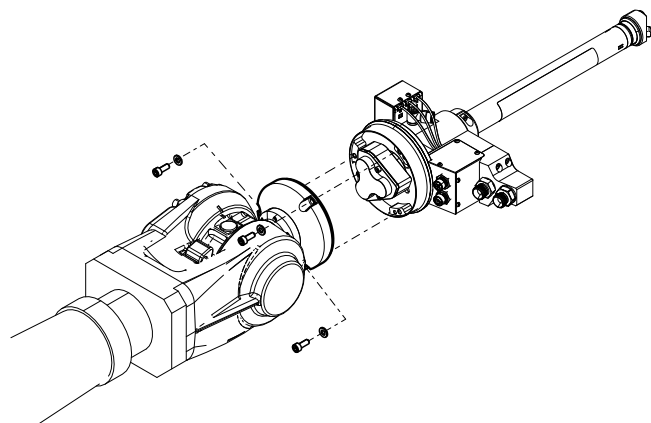

FIG. 8
5. Verwijder de schroeven waarmee de wartelbehuizing (619) aan de antirotatiebeugel is bevestigd.
6. Draai de drie schroeven los waarmee het Switch 3D-pistool op de montageflens van de robot is bevestigd. Zie FIG. 8.